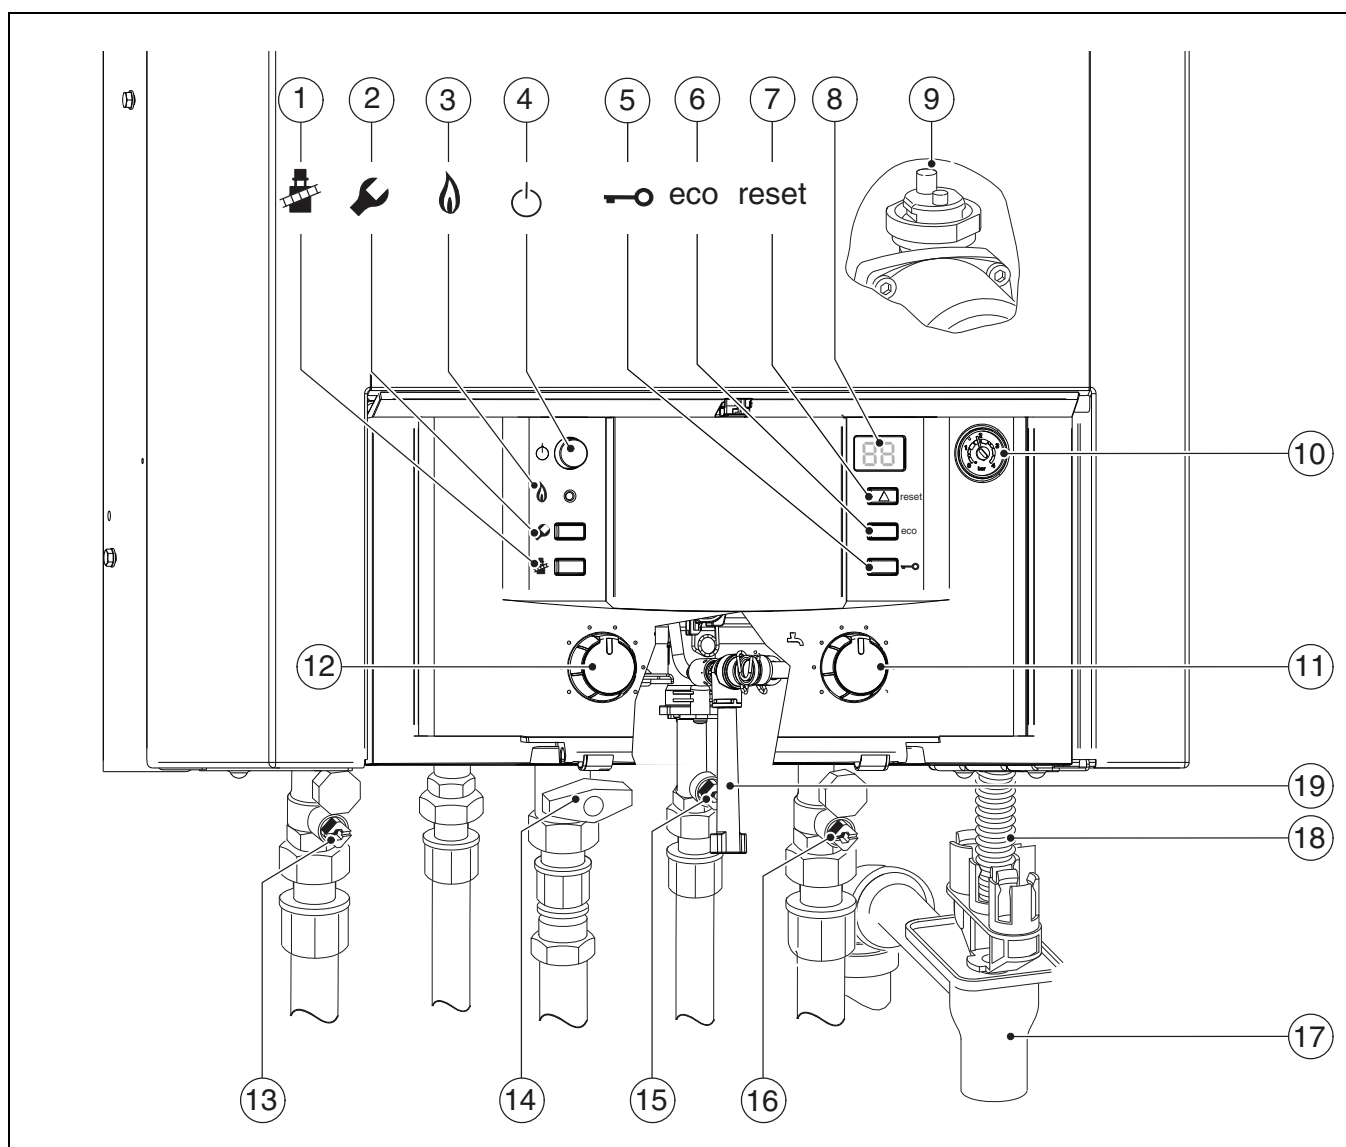

Fig. 21
- ▶ Aprire lo sfianto d'aria automatico (→ Fig. 21, [9]).
- ▶ Aprire i rubinetti dell'acqua fredda e calda (→ Fig. 21, [13 e 17]) e lasciarne uno dell'acqua calda aperto fino a quando non comincia ad arrivare l'acqua..
- ▶ Aprire i rubinetti di mandata e ritorno del riscaldamento (→ Fig. 21, [13 e 17]), riempire il sistema di riscaldamento fino a 1 -2 bar e chiudere il rubinetto.
- ▶ Aprire il rubinetto del gas (→ Fig. 21, [15]).